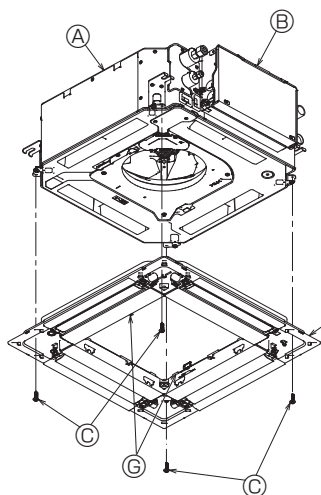

Fig. 5-7
- Sujete la rejilla apretando los cuatro tornillos. (Fig. 5-7)